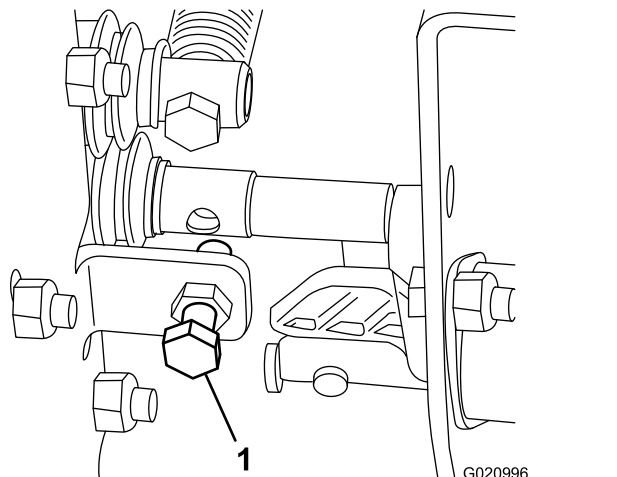

Figura 17
- Se la velocità di sollevamento della macchina è troppo bassa o troppo alta regolare il bullone indicato in Figura 17.